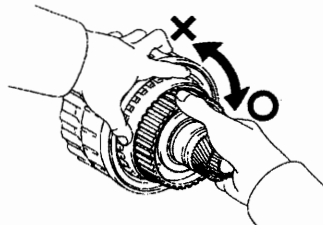

图 12-1-18
(29) 检查 2 号单向离合器总成。如图 12-1-18 所示, 固定倒挡离合器毂并转动 2 号单向离合器总成, 2 号单向离合器总成顺时针转动自如, 不能逆时针转动。